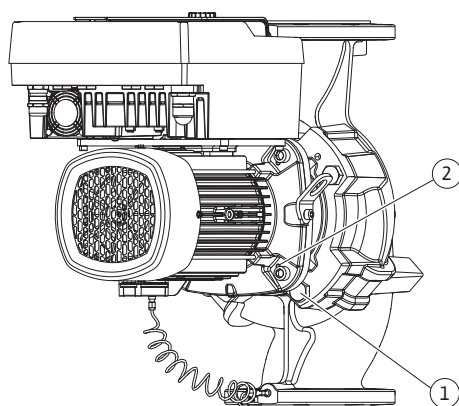

Fig. 104: Abdrücken des Einstecksatzes über Gewindebohrungen (DN 100 ... DN 125)
23. Einstecksatz vom Pumpengehäuse abdrücken. Dafür die zwei Gewindebohrungen (siehe Fig. 104, Pos. 1) nutzen.
33. Zum Abdrücken des Einstecksatzes vom Pumpengehäuse die daneben liegenden zwei Gewindebohrungen (Fig. 104, Pos. 1) nutzen und geeignete bauseits bereitgestellte Schrauben (z. B. M10 x 25 mm) verwenden.